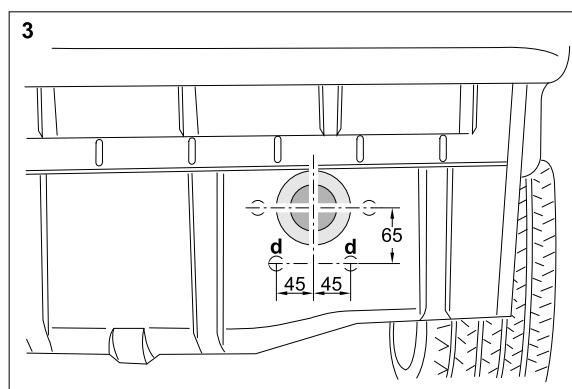

Bild 3: Borra hål i bakplåt höger sida och täta hålet
903 095 650 001      VPE Monteringsdelar inklusive bild 3
- 6.) Markera och borra 2 st 14 mm Ø hål position "d" se bild 3. Borsta bort borrspån och rostkskyddsbehandla hålen
- 7.) Torka rent bakplåten runt öppning till höger krockbalk och limma fast bifogad skumgummitätning runt hålet, se bild 3.